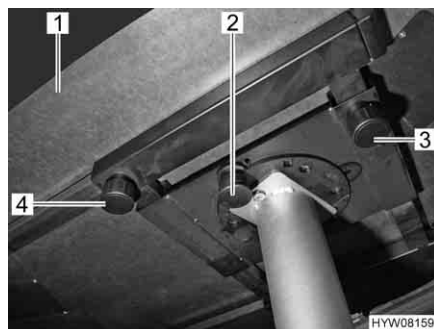

Fig. 52 Tavolo fisso con piede del tavolo ancorato
- Svitare la vite a testa cilindrica zigrinata (Fig. 52,4).
- Spingere il piano del tavolo (Fig. 52,1) nella posizione desiderata.
- Svitare la vite a testa cilindrica zigrinata (Fig. 52,3).
- Premere il tasto (Fig. 52,2) del bloccaggio.
- Ruotare il piano del tavolo (Fig. 52,1) nella posizione desiderata.